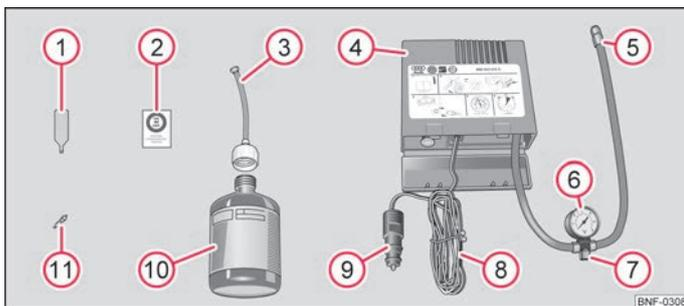

Abb. 109 Bestandteile des Pannensets
- Den Aufkleber ② ⇒ Abb. 109 kleben Sie auf die Schalttafel im Sichtfeld des Fahrers.
- Schrauben Sie mithilfe des Ventileinsatzdrehers ① den Ventileinsatz heraus und legen Sie ihn auf einen sauberen Untergrund.
- Schütteln Sie die Reifenfüllflasche ⑩ ⇒ Abb. 109 einige Male kräftig hin und her.
- Schrauben Sie den Einfüllschlauch ③ fest im Uhrzeigersinn auf die Reifenfüllflasche ⑩. Die Folie am Verschluss wird automatisch durchstoßen.
- Entfernen Sie den Verschlussstopfen vom Einfüllschlauch ③ und stecken Sie das offene Ende ganz auf das Reifenventil.
- Halten Sie die Flasche ⑩ mit dem Boden nach oben und füllen Sie das gesamte Dichtungsmittel der Reifenfüllflasche in den Reifen.
- Schrauben Sie den Ventileinsatz mit dem Ventileinsatzdreher ① wieder in das Reifenventil.
- Schrauben Sie den Reifenfüllschlauch ⑤ ⇒ Abb. 109 des Luftkompressors fest auf das Reifenventil.
- Prüfen Sie, ob die Luftablassschraube ⑦ zuge dreht ist.
- Stecken Sie den Stecker ⑨ in die 12-Volt-Steckdose.
- Schalten Sie den Luftkompressor mit dem EIN- und AUS-Schalter ⑧ ein.
- Wenn der Luftdruck von 2,0 – 2,5 bar nicht erreicht werden kann, schrauben Sie den Reifenfüllschlauch ⑤ vom Reifenventil ab.
- Schrauben Sie den Reifenfüllschlauch ⑤ erneut fest auf das Reifenventil und wiederholen Sie den Aufpumpvorgang.